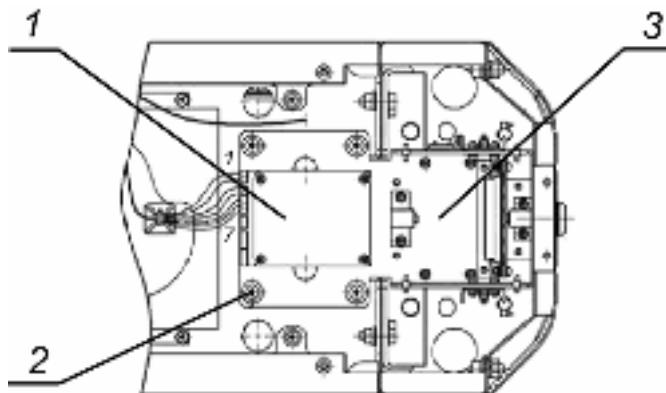

Рисунок 15 Механизм картоприемника.
Для переустановки механизма картоприемника (3, рис. 15) на сторону считывателя №1 необходимо выполнить следующие действия (номера позиций даны в соответствии с рисунком 2, если не указано отдельно):
- 8 Демонтируйте механизм картоприемника (3, рис. 15), – крепится четырьмя винтами M5×20, (2, рис. 15) и установите его на противоположную сторону турникета, закрепив на аналогичное место этими же винтами.